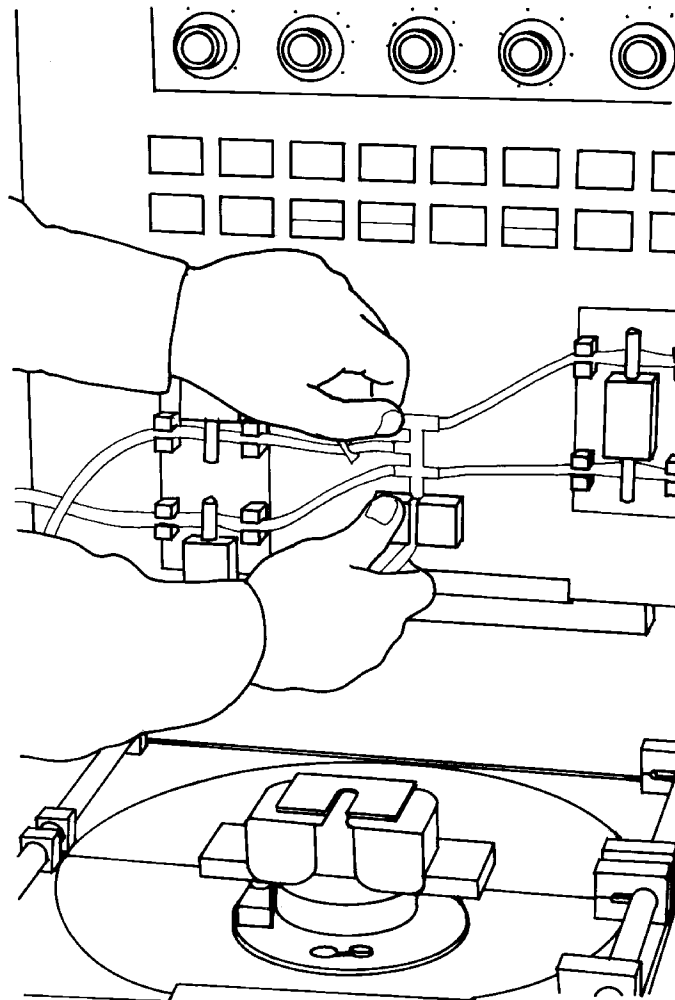

Figure 6-21: Removing the processing set
- 9** Ấn phím **TUBE LOAD**. Sử dụng phím/công tắc **VALVE SELECTOR** và **COLLECT/SOV** để tháo toàn bộ tube (Figure 6-21) khỏi các van (V1, SOV, Collect, V2, và V3). Điều này cho phép dịch trong túi chứa và tube chảy vào túi thu